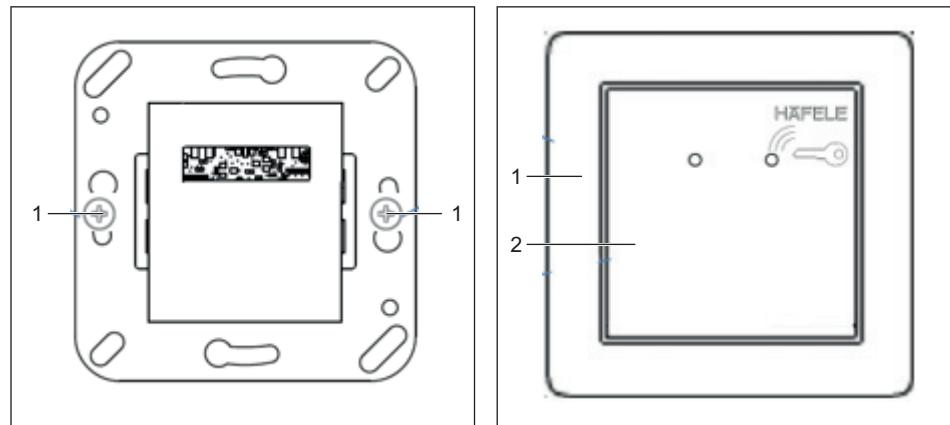

Fig. 16: Instale o leitor WRU 220 na caixa para
3. Instale o leitor à caixa para interruptor pré-instalada (Fig. 16).